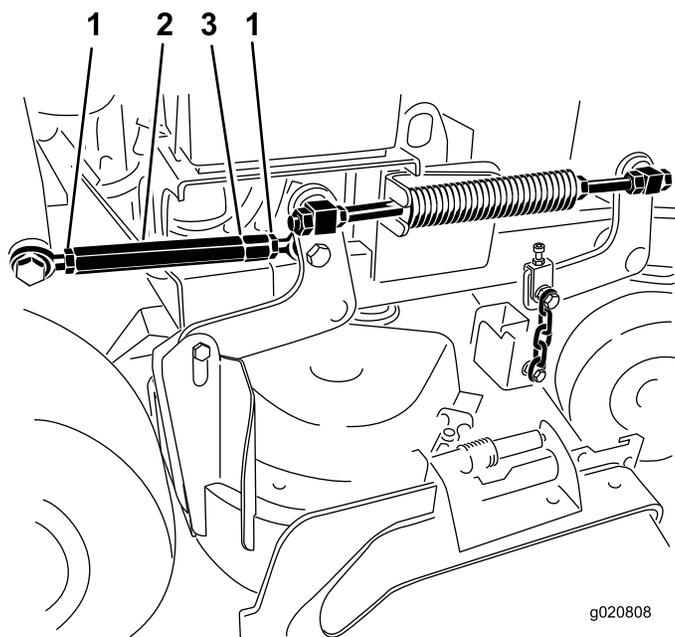

Figure 87
5. Desserrez les écrous de blocage à chaque extrémité du tendeur (Figure 87).
Remarque: L'extrémité du tendeur portant la gorge usinée est filetée à gauche (Figure 87).